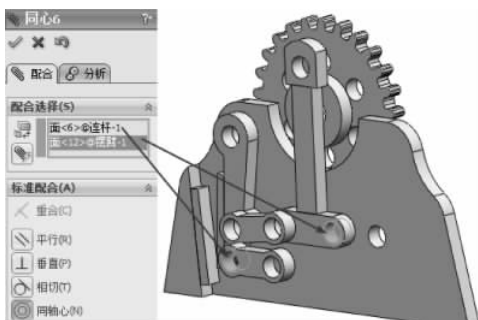

图 3-148 同轴心配合
(11) 选择【标准配合】选项组下的【同轴心】配合类型 , 在【要配合的实体】选择框  中选择如图 3-148 所示的面, 其他保持默认, 单击【确定】按钮 , 完成同轴心配合。